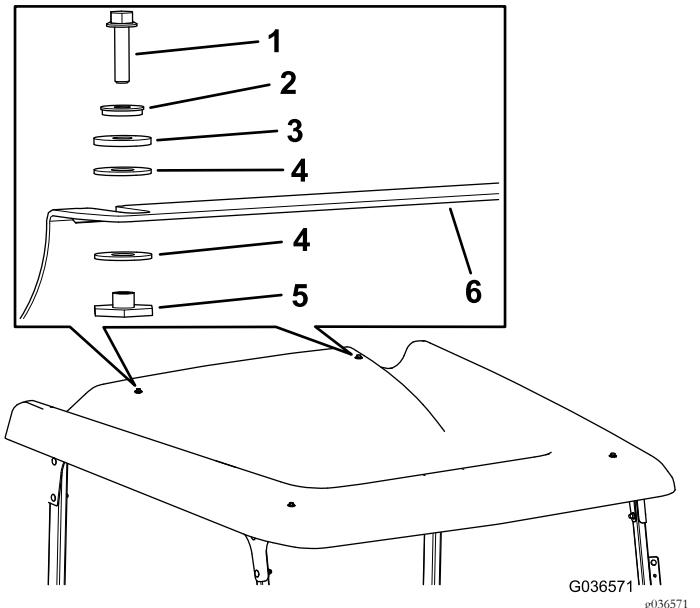

图33
2. 用2个六角凸缘螺栓 $\frac{1}{4} \times 1$ 英寸、2个密封垫圈、2个摩擦垫圈、4个塑料垫圈和2个凸缘轴套将遮阳篷安装到后交联上图33。